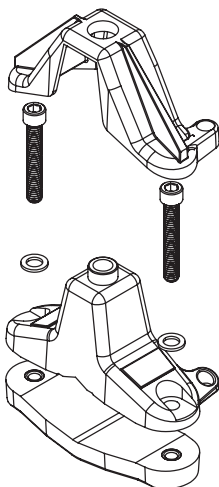

Figure 4
- Pour le montage de la **section de la pointe du nez**, positionnez l'ensemble de montage sur la traverse avant en vous assurant que le boîtier de la bobine repose sur la traverse arrière avec suffisamment d'espace pour le montage à l'étape suivante. Une fois que la position correcte trouvée, retournez l'unité et serrez les boulons d'ancrage fixant l'**ensemble du montage de la pointe du nez**. Retournez l'unité et placez les **pieds de la bride de support** sous la traverse avant et fixez-la avec une **petite rondelle** et un **boulon de bride de support** de 2 po (5,1 cm) (pour le Thule Xsporter, utilisez des boulons d'ancrage de 2,5 po (6,4 cm)) comme indiqué à la **figure 4**
8. Pour le montage de la **section de la pointe du nez**, positionnez l'ensemble du **montage de la pointe du nez** sur la traverse avant en vous assurant que l'**ensemble du montage du boîtier de la bobine** repose sur la traverse arrière. Une fois la bonne position trouvée, retournez l'unité et serrez les **boulons d'ancrage** à l'aide de la **clé hexagonale** de ¼ po (6 mm) qui maintient en place les assemblages de montage de la pointe du nez et du boîtier de la bobine. Retournez l'appareil et placez les **pieds de la bride de support** sous les traverses avant et arrière et fixez-les avec une petite rondelle et un **boulon de bride de support** de 2 po (5,1 cm), comme indiqué à la **figure 4** (pour le Thule Xsporter, utilisez des boulons d'ancrage de 2,5 po (6,4 cm)).
6. Pour le montage de la **section du boîtier de la bobine**, positionnez l'ensemble du montage sur la traverse avant en vous assurant que le boîtier de la bobine repose sur la traverse arrière avec suffisamment d'espace pour le montage à l'étape suivante. Une fois que la position correcte trouvée, retournez l'unité et serrez les boulons d'ancrage fixant **Montage du boîtier de la bobine**. Retournez l'unité et placez les **pieds de la bride de support** sous la barre transversale avant et fixez-la avec une **petite rondelle** et un **boulon de bride de support** de 2 po (5,1 cm), comme indiqué à la **figure 4** (pour le Thule Xsporter, utilisez des boulons d'ancrage de 2,5 po (6,4 cm)).